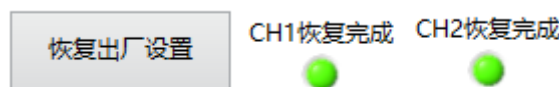

图 5.2.9 芯片恢复出厂设置
- 单击“恢复出厂设置”按钮，擦除芯片内部原有角度编程数据。（若芯片为首次编程，可跳过此步骤以简化操作步骤节省编程时间。）擦除完成后“恢复完成”指示灯变为绿灯常亮（图 5.2.9）